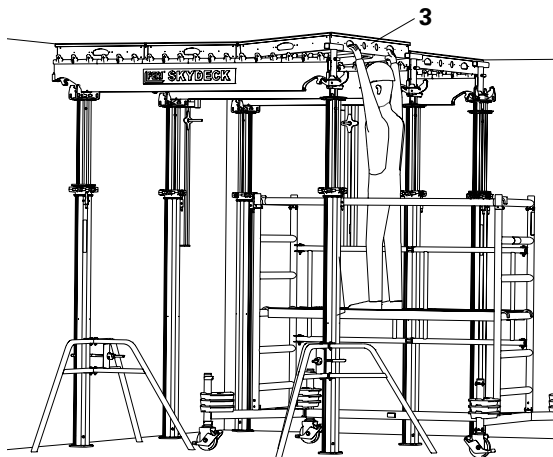

Fig. A4.10
6. Mettre en place les panneaux (3). (Fig. A4.10)